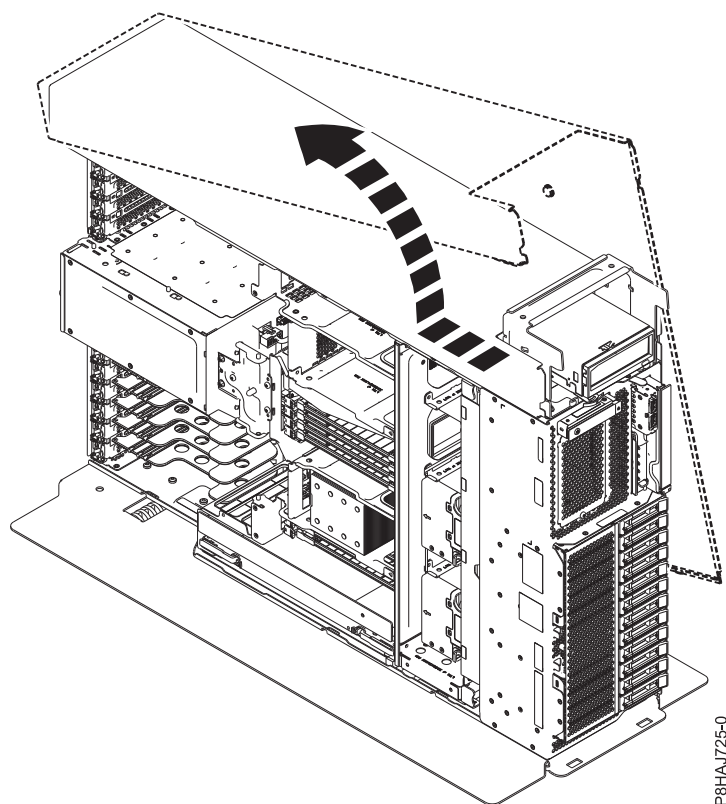

Figure 28. Retrait du capot latéral du système 8286-41A
5. Séparez le capot latéral du système en le faisant coulisser dans la direction indiquée figure 28.